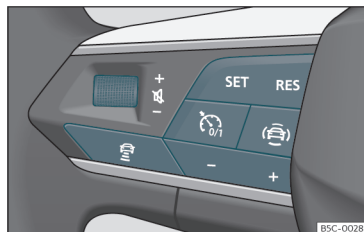

Abb. 159 Am Multifunktionslenkrad: Tasten zur ACC-Bedienung
Ihr Fahrzeug verfügt über ACC, wenn das Einstellungsmenü im Infotainment-System verfügbar ist»» Seite 96, und wenn am Multifunktionslenkrad die Tasten zur Bedienung von ACC zur Verfügung stehen»» Abb. 159.
- Taste **SET** drücken, um die Regelung zu starten»» **Abb. 159**.
Um die Geschwindigkeit zu programmieren, drücken Sie die Tasten + o → **Abb. 159** bis zur gewünschten Geschwindigkeit. Die Einstellung der Geschwindigkeit erfolgt in Schritten von 10 km/h (5 mph).
- Taste **SET** und danach Taste + oder – → **Abb. 159** drücken.